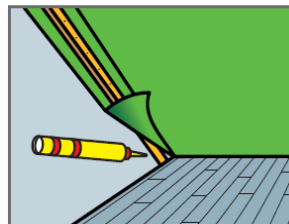

Bild 5
**BILD 5:** Wandanschluß mit STÖ NR. 1 Universal Kleb- u. Dichtstoff ausführen: STÖ NR. 1 raupenförmig (1 – 2 cm) auf den trockenen, fett- u. staubfreien, festen Untergrund auftragen, und den seitlichen Überlappungstreifen in STÖ NR. 1 einkleben, und mit einer Pressleiste mechanisch im Untergrund sichern.